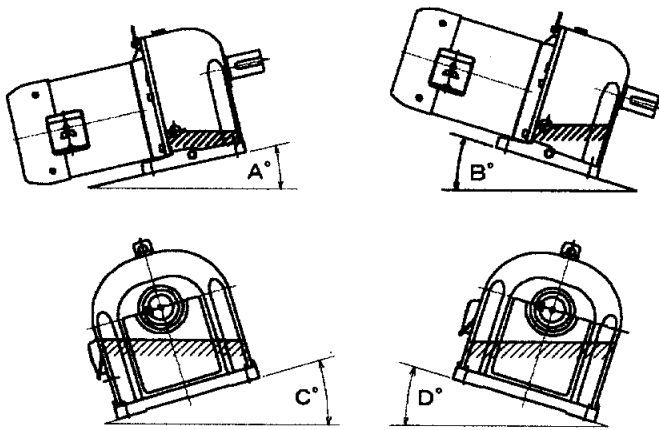

図1 許容傾斜角度
- グリース潤滑機種(表1または表4、表5を参照ください)は据え付け方向に制限はありません。オイル潤滑機種(表1、表2または表4、表5を参照ください)の据え付けについては表7(図1)許容傾斜角度を参照してください。
- オイル潤滑機種.....表7(図1参照)の制限があります。表7を超えて使用される場合は当社までご照会ください。